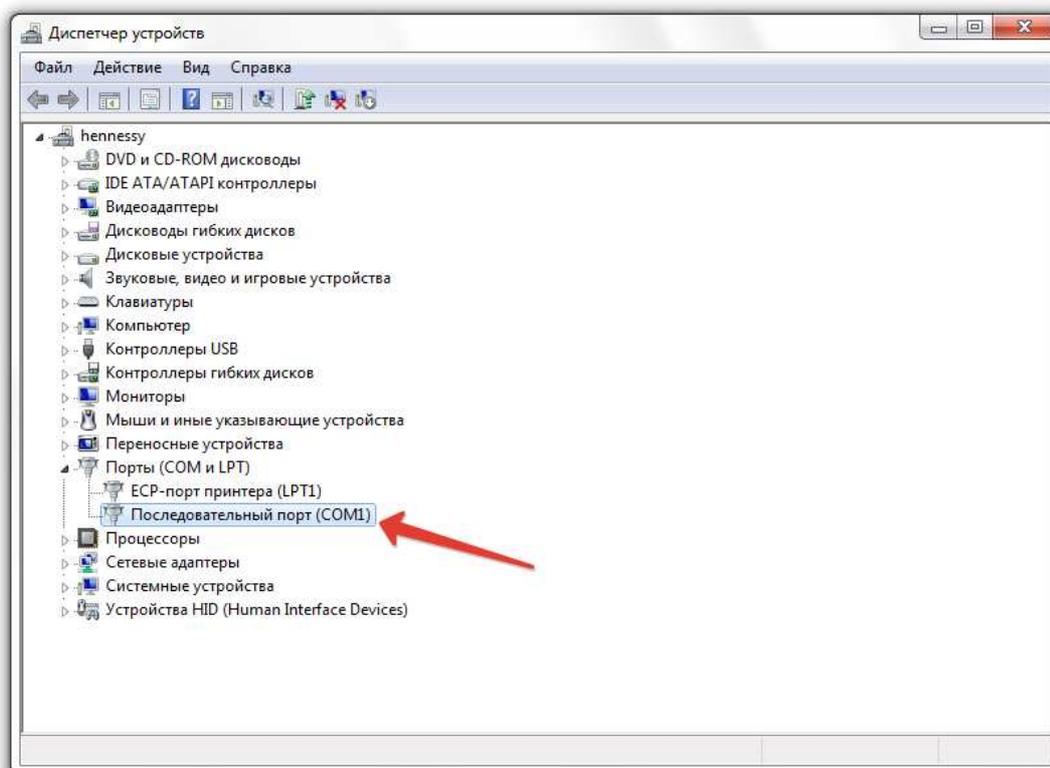

Рис.2.3 – Диспетчер устройств
2.5.2 В открывшемся окне найдите вкладку «Порты (COM и LTP)» → «Последовательный порт (COMN)» (Рис. 2.3). N — это номер COM-порта. В данном случае COM-порт имеет номер 1. Ваш компьютер может иметь несколько COM-портов. Если Вы не знаете чрез какой именно порт было произведено подключение, то укажите первый из них. Если при запуске программы связь с прибором не будет установлена (см. п. 4.1), то настройку необходимо повторить, указав следующий номер COM-порта (см. п. 2.5).